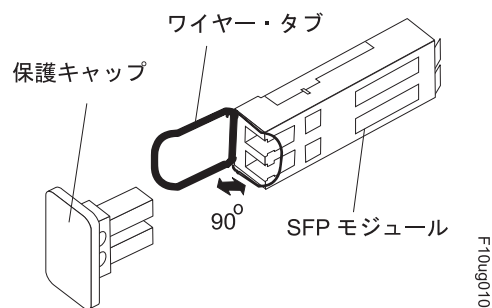

図 29. SFP モジュール・ラッチのアンロック - ワイヤー・タブの場合
- ・ワイヤー・タブが入っている SFP モジュールの場合は、図 29 に示すように、ワイヤー・ラッチを外側に 90° 引いて SFP モジュールのラッチをアンロックします。